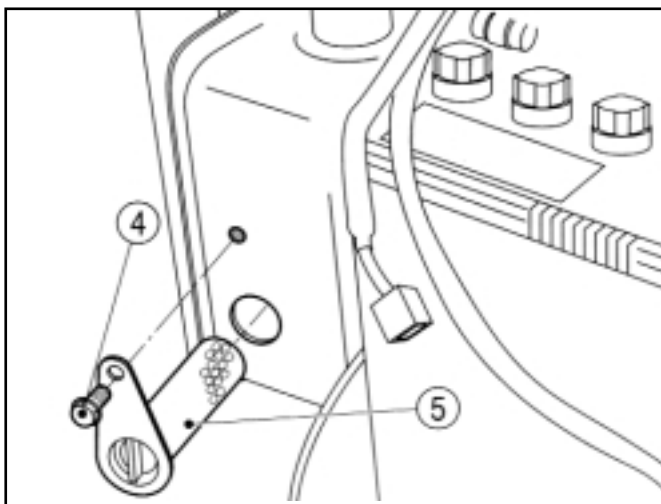

FIG. 105 / ABB. 105 / FIG. 105
Enlevez la grille avant pendant que l'huile s'écoule et enlevez le boulon de fixation du filtre (4) dans la Fig. 105. Enlevez le filtre (5) et lavez-le dans du solvant ou de l'essence. Faites sécher le filtre complètement et remontez-le tout en faisant attention à ne pas abîmer le joint.
Wenn das Servolenkungsöl abgelassen ist, die Fronthaube abnehmen. Dann die Halteschraube (4) des Filters in Abb. 105 herausdrehen. Den Filter herausziehen und in Lösungsmittel oder Benzin waschen. Den Filter gründlich trocknen und wieder einbauen. Darauf achten, daß die Dichtung in gutem Zustand ist.
Nadat de olie afgetapt is, verwijdert u het rooster en de bout (4) in Fig.105 die de filter op zijn plaats houdt. Trek de filter (5) uit het reservoir en spoel hem in oplosmiddel of benzine. Laat hem helemaal drogen en plaats hem terug. Zorg er wel voor dat u de afdichting niet beschadigt.